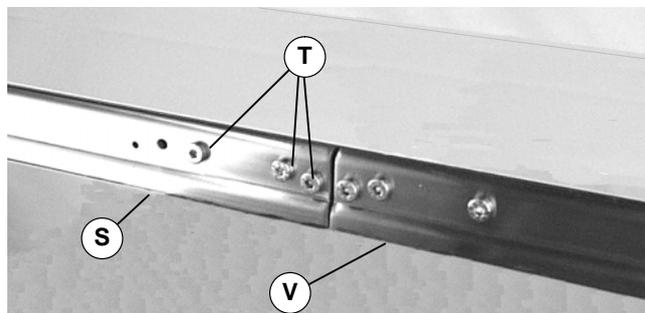

Abbildung 7
- #### 5. Die Förderbandsegmente zusammenfügen (S und V in Abbildung 7). Schrauben auf beiden Seiten (T) installieren. Mit 7 Nm festziehen.